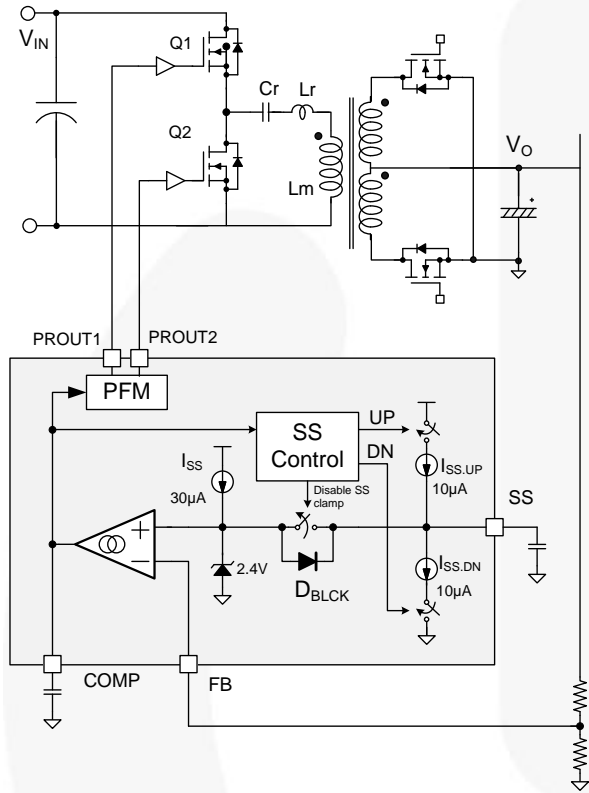

图 68. 闭环软启动的原理图
图 68 显示了反馈控制和闭环软启动的简化电路框图。在正常的稳态运行中，软启动 (SS) 引脚将连接到箝位在 2.4 V 的误差放大器同相输入端。反馈环路在检测到的输出电压与 SS 引脚电压相同时运行。在启动期间，内部电流源极 ($I_{SS,T}$) 会对 SS 电容器进行充电，SS 引脚电压将逐渐增加。由于处于闭环 SS 控制，因此输出电压也会单调增加。